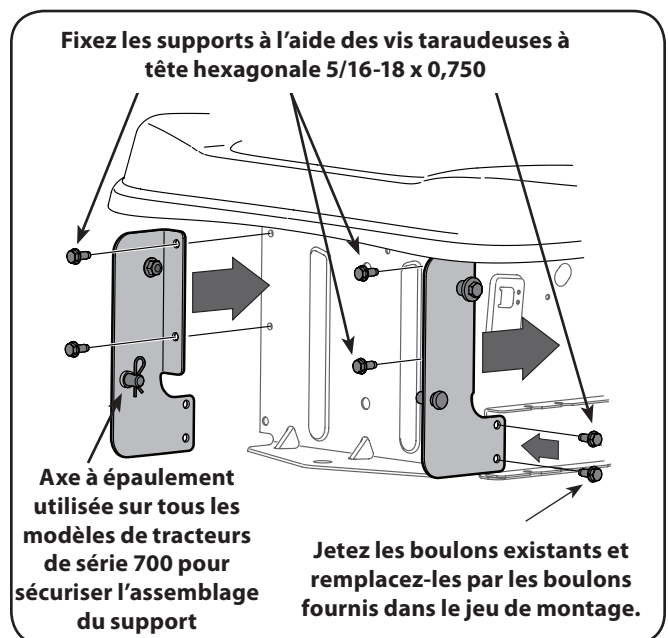

Figure 4-2
2. Retirez et jetez les deux vis dans l'armature inférieure, comme illustré à la figure 4-2.
3. Montez les supports de fixation du tracteur de série 700 à votre tracteur à l'aide des huit vis à tête hexagonales autotaraudeuses incluses avec votre trousse en vous servant des trous perforés dans l'armature de votre tracteur pour les deux boulons de fixation supérieurs et les trous sur l'armature inférieure où vous avez précédemment retiré les vis et les avez jetées. Consultez la figure 4-2.
4. En attachant l'assemblage du support de fixation d'attelage au tracteur, fixez avec l'axe à épaulement et les agrafes illustrées à la figure 4-2, en plus de l'axe à épaulement utilisée dans la plaque d'attache à la page suivante.